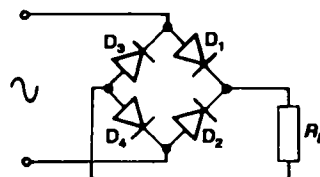

Figura Q.2
- 4 Fie figura Q.2. Cu intrarea de la rețea de 240 V r.m.s. , vârful de tensiune inversă pe fiecare diodă va fi de aproximativ: